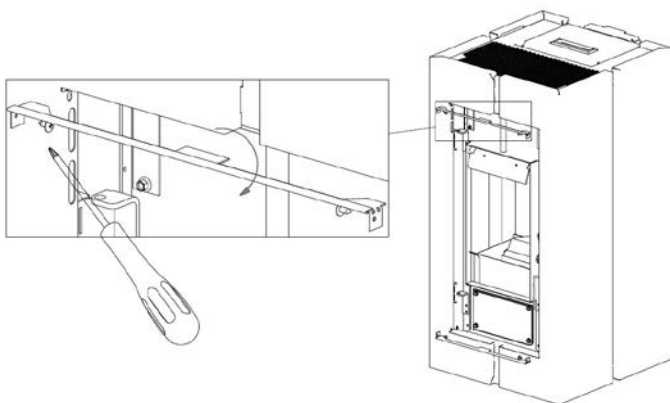

Fig. 53 - Entfernen der Profile
- Die 4 Schrauben heraus-schrauben und die schwarzen Profilleisten über und unter der Tür entfernen (siehe **Fig. 53**).